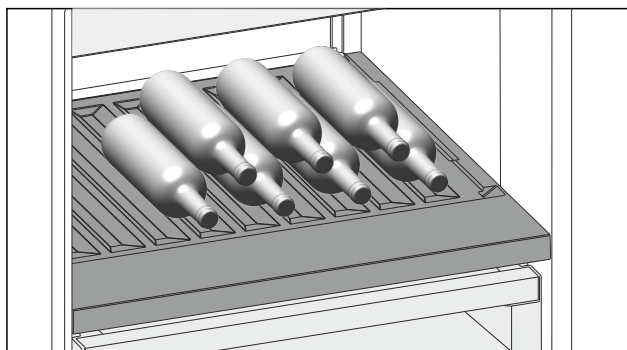

Fig. 145
- Placer les bouteilles avec le fond orienté vers la paroi arrière de l'appareil. (voir Fig. 145)